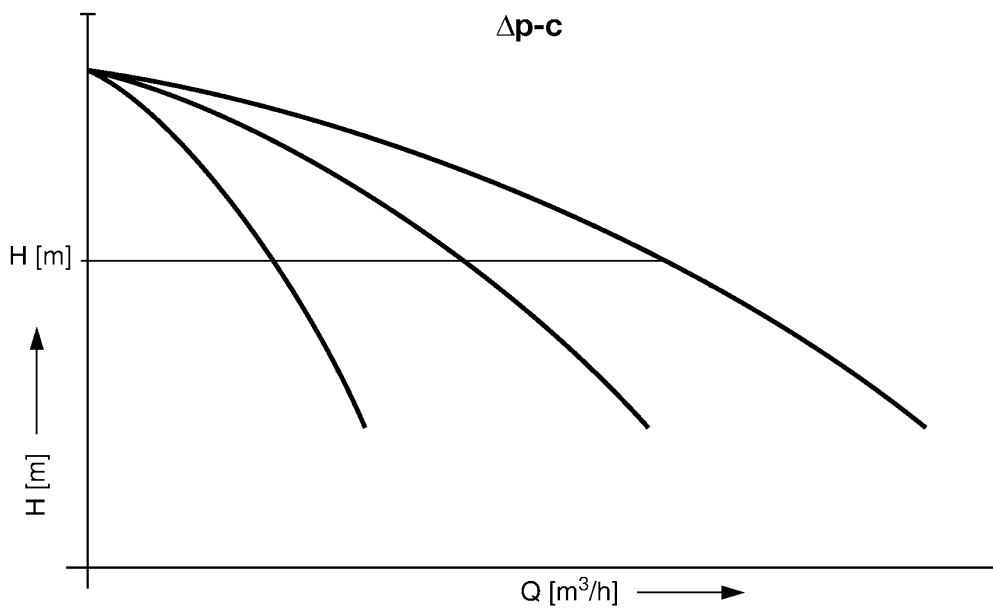

Fig. 8
**Др-с:** Сигнал о перепаде давления, снимаемый датчиком давления (DDG) на участке между двумя точками установки, поддерживается постоянным на заданном значении напора  $H$  в пределах диапазона, допустимого для подачи (см. рис. 8).